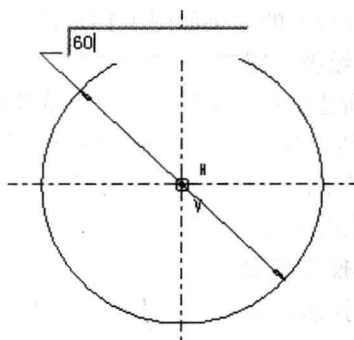

图 1-4 修改圆的直径为 60
4) 修改圆的直径为 60。单击“选择”按钮  , 然后移动鼠标到圆直径的数值边, 这时圆的尺寸线和数值变成亮蓝色, 双击鼠标, 出现修改框, 将直径数值修改为 60。按回车键确定, 如图 1-4 所示。